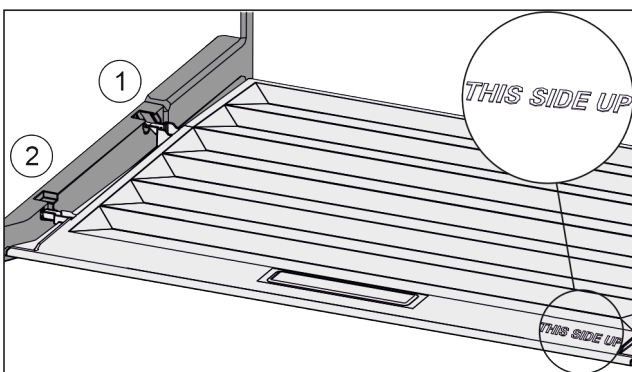

Fig. 151
- ▶ Introduire les rainures du couvercle par l'orifice du support arrière Fig. 151 (1) et les enclencher à l'avant dans le support Fig. 151 (2).